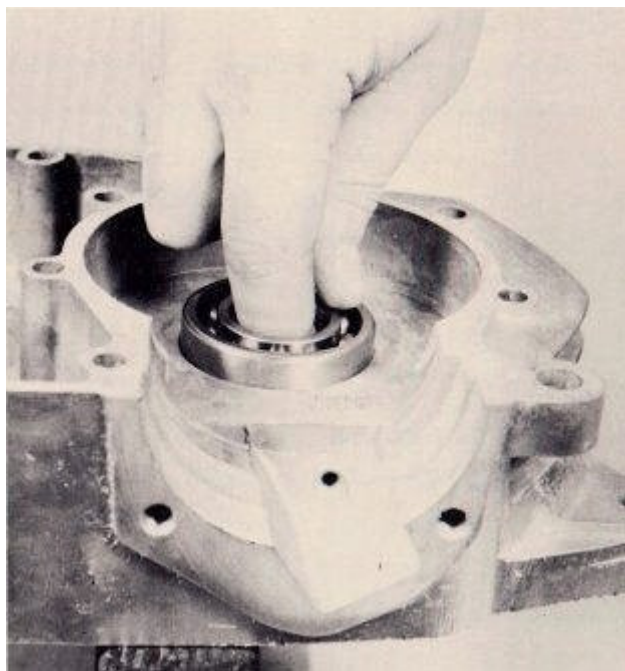

FIG. 78
4. Cuando el caso ha alcanzado la temperatura deseada, girar, de modo que el interior de la caja quede hacia arriba. Mantenga el nuevo rodamiento metiéndose el dedo índice en el centro del rodamiento, y el pulgar en el borde exterior del anillo interior. Con el rodamiento a temperatura ambiente o menos, empezar en el jefe del cojinete (Fig. 78). Empuje suavemente hacia abajo hasta que oiga caer al fondo del jefe. El rodamiento se encuentra ahora en su lugar.